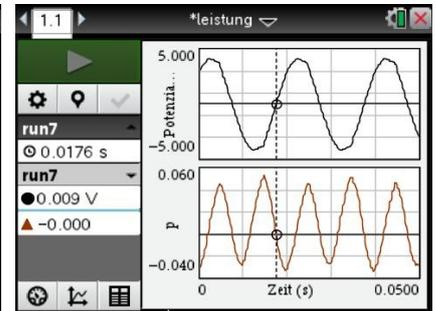

Bild 17.6
3. Da  $u(t) \cdot i(t) = p(t)$  aber die doppelte Frequenz von  $u(t)$  bzw.  $i(t)$  hat, muss man über 2 Perioden von  $p(t)$  integrieren. Das ist gut in Bild 17.6 zu sehen, wo eine Messung noch einmal dargestellt ist, jetzt aber Spannung und Leistung. Der Anfang einer Periode von  $u(t)$  ist markiert.